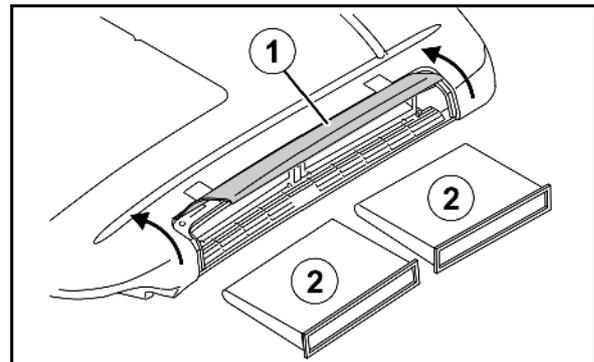

Fig. 164
1. Abdeckung (Fig. 164/1) am Kabinendach links öffnen.
2. Filter (Fig. 164/2) entriegeln, herausnehmen und ersetzen.